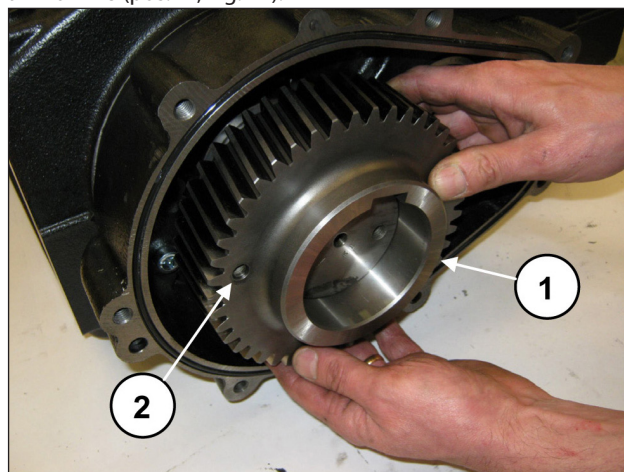

Fig. 14
Sfilare la corona (pos. ①, Fig. 14). Qualora fosse necessario è possibile utilizzare un estrattore a massa battente da applicare ai 2 fori M8 (pos. ②, Fig. 14).